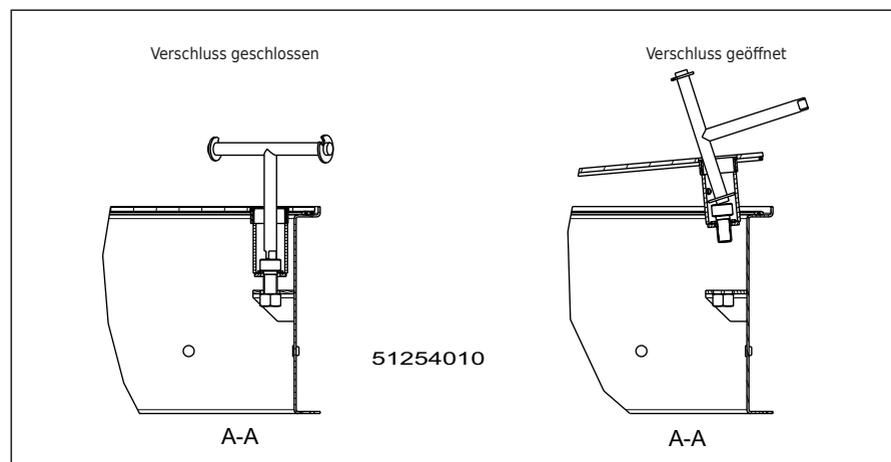

Abbildung 10 – SD7 Verschluss (Abbildung ohne Profilzylinder)
4. Drehen Sie den eingesteckten Bedienschlüssel so lange gegen den Uhrzeigersinn, bis die Schraubverbindung gelöst ist. Sind mehrere Verschlüsse vorhanden, öffnen Sie alle Verschlüsse wie beschrieben (Abbildung 10).